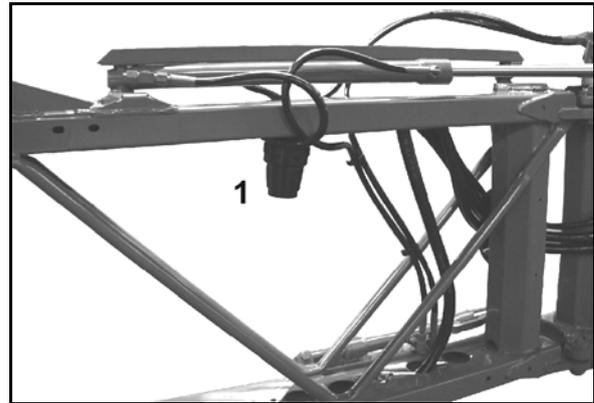

Fig. 187
- Reinigen Sie die LeitungsfILTER (Fig. 187/1) je nach Einsatzbedingungen alle 3 – 4 Monate.